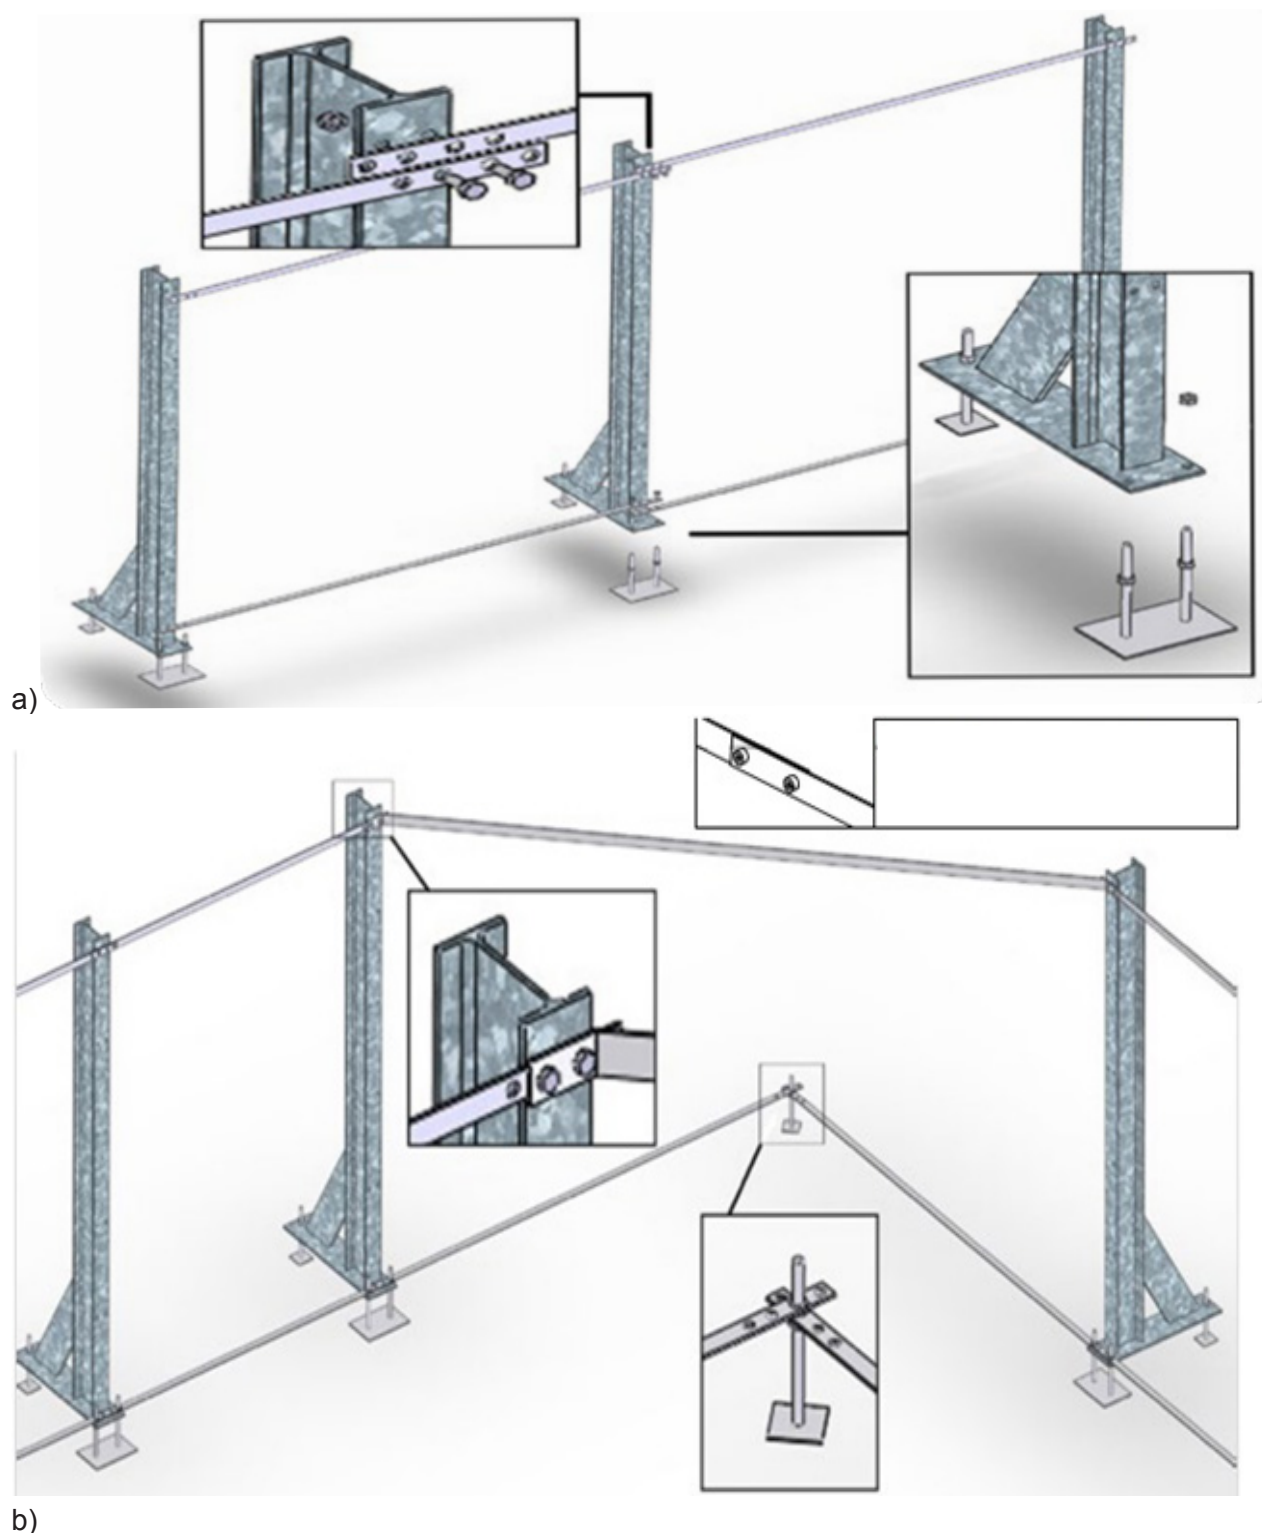
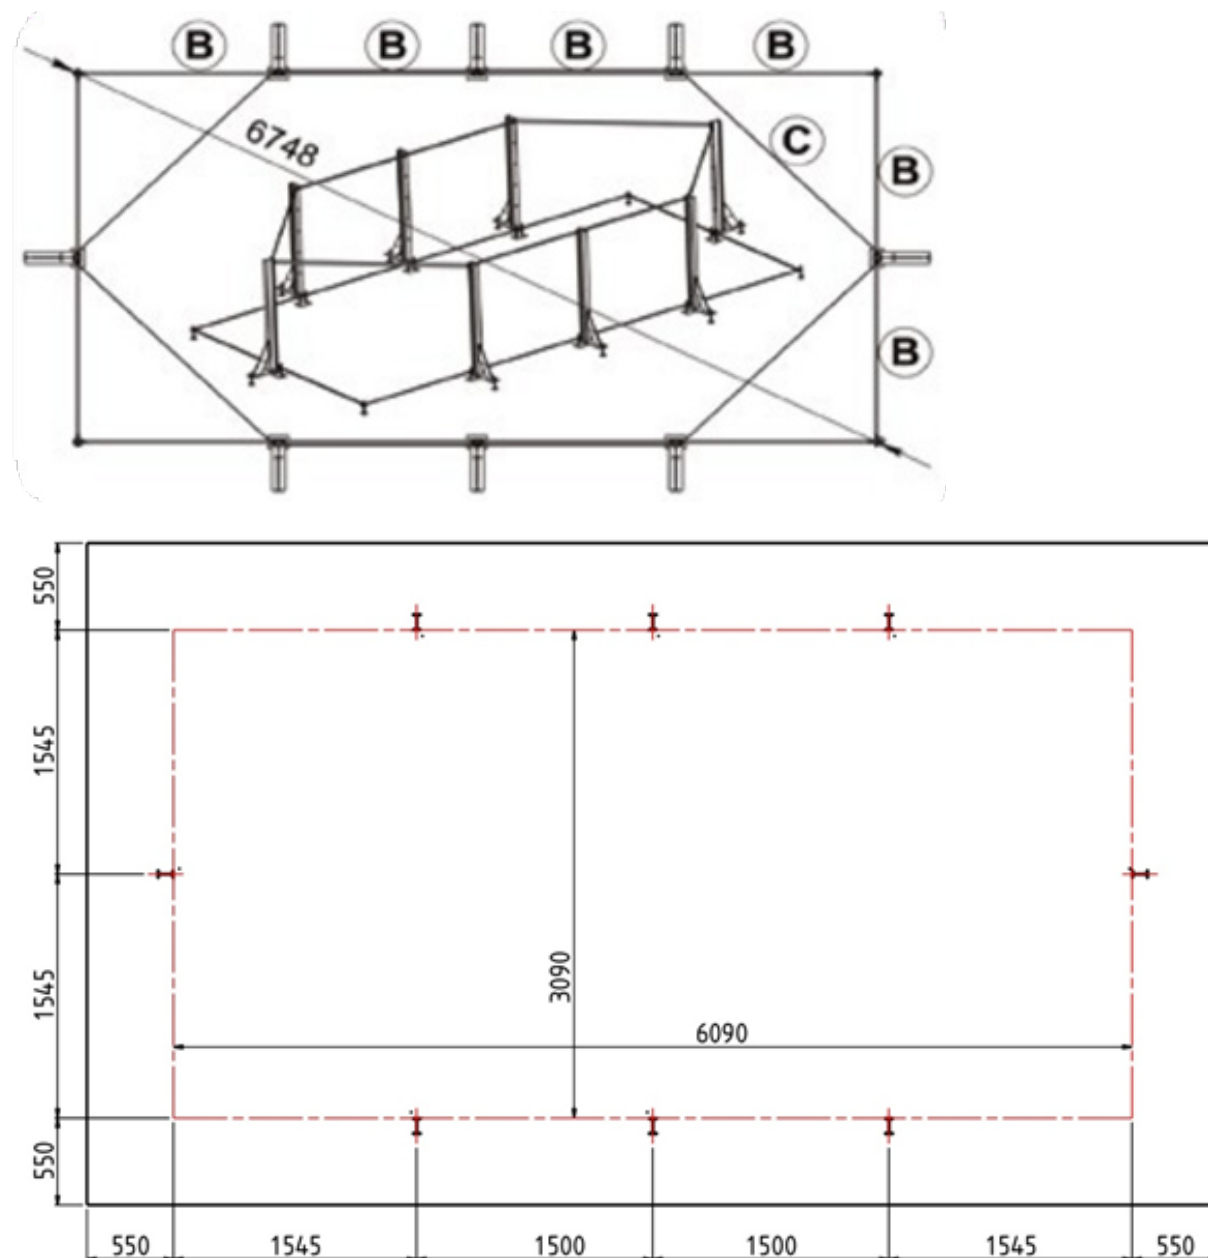

Figura 3 – a y b –Ensamblaje de uniones de los puntales
Figura 4 – Posicionamiento de puntales y uniones altas y bajas
La estructura de refuerzo de metal consiste en viguetas sujetas entre ellas mediante placas en la parte inferior y en la parte superior (*Figura 3*). Observe cómo estas piezas se superponen para permitir el correcto posicionamiento de la estructura. Las uniones altas se desmontarán una vez que se haya vertido la losa.
Instale los puntales en cada una de las cuatro ubicaciones, después de haberlos equipado con cilindros (*Figura 3* y *Figura 4*). Use 8 cilindros dobles y 12 cilindros simples, así como 56 tuercas de 10 mm de diámetro (bolsa A), las tuercas de la parte superior deben montarse después de ajustar la altura de las tuercas de la parte inferior.
Las placas tienen en sus extremos cuatro perforaciones. En la parte inferior, utilizaremos las perforaciones exteriores (Figura 5) para fijarlas, mientras que en la parte superior usaremos las perforaciones interiores (Figura 3).
- ! Verifique que se respeten todas las dimensiones de la **Figura 4** antes de continuar con el siguiente paso.